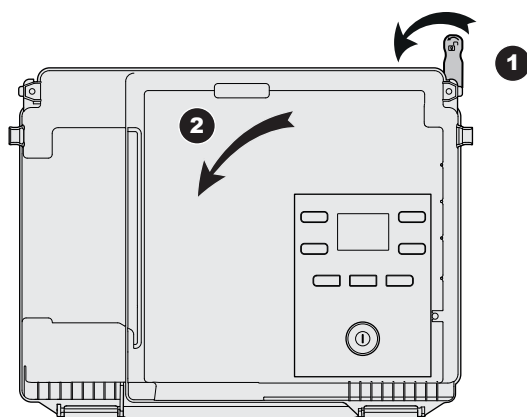

fig. 34 - Basculement du coffret électrique
- Pivoter le coffret électrique (fig. 34),
- Déposer le silencieux (voir ci-contre ① - ②).